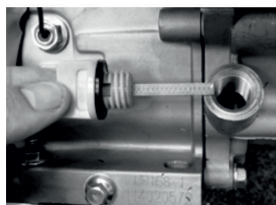

Рис. 16
2. Выкрутите пробку маслозаливной горловины (Рис. 16);